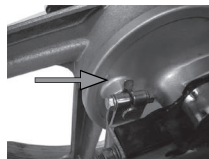

imagen 29. indicador de desgaste del freno trasero
3. Verificar que el indicador de desgaste no alcance la línea de desgaste. *Ver imagen 29.*